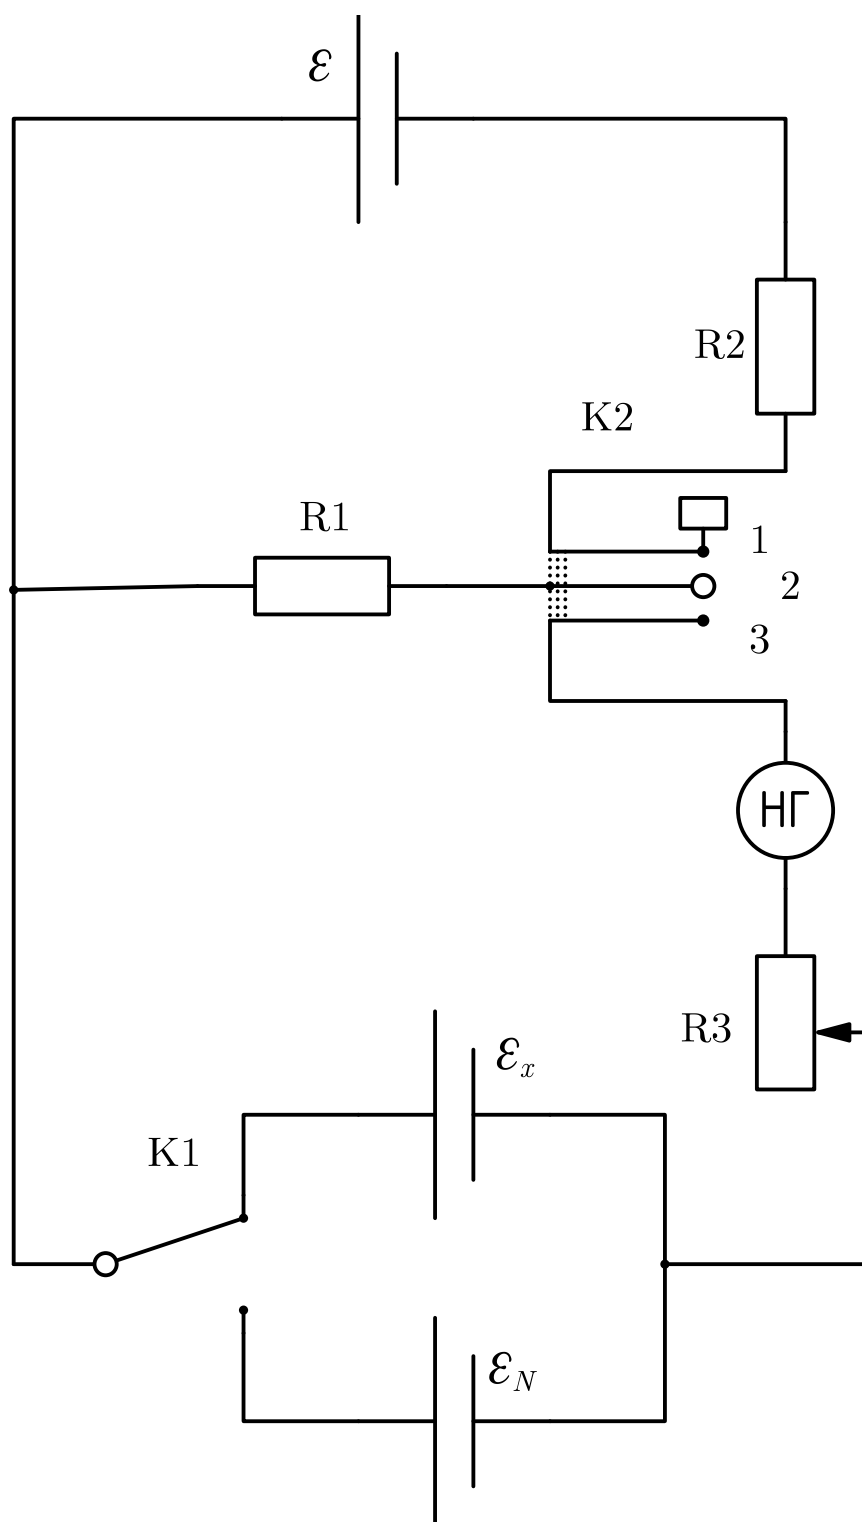

Рис. 3. Рабочая схема для определения ЭДС методом компенсации
1. Ознакомиться с характеристиками и правилами использования нормального элемента типа НЭ-65. Рассчитать величину защитного сопротивления  $R_3$  в схеме рис. 3 в наиболее неблагоприятном случае;
3. Собрать схему, изображенную на рис. 3, и измерить  $\mathcal{E}_x$  методом компенсации. Перед измерениями целесообразно оценить  $R_{1X}$  и  $R_{1N}$ ;
Рабочая схема для измерения ЭДС методом компенсации приведена на рис. 3.
Собираем схему согласно рис. 3. Подключаем эталонный источник ЭДС  $\mathcal{E}_N = (1,018 \pm 0,005) \text{ В}$ , выставляем ЭДС источника питания  $\mathcal{E} = 3 \text{ В}$ , устанавливаем сопротивление  $R_3$  на максимальное значение и замыкаем ключ.
6. Как зависит чувствительность компенсационных измерений по схеме на рис. 3 от величины вспомогательной ЭДС  $\mathcal{E}$ ?
7. Как зависит чувствительность компенсационных измерений по схеме на рис. 3 от суммы  $R_1 + R_2 = R$ ?